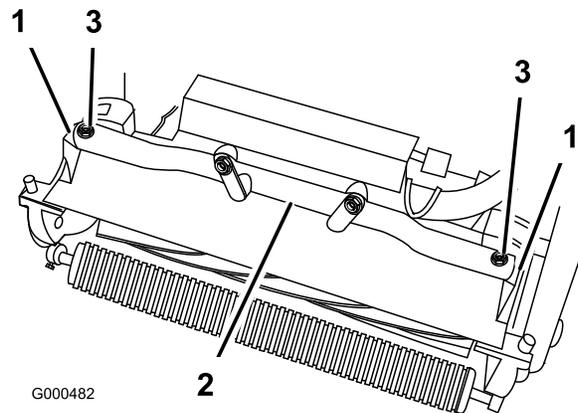

Figura 5
4. Gire el bastidor de la unidad de tracción (Figura 5) hacia adelante hasta que se acople en los brazos de giro de la unidad de corte.
5. Sujete el bastidor de la unidad de tracción a los brazos de giro de la unidad de corte con 2 pernos M10 x 25 mm (Figura 5)